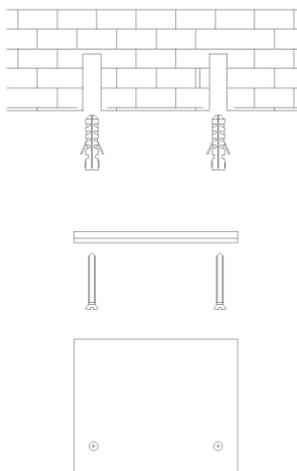

Abb. 1
- Bringen Sie die Wandmontageplatte mit der flachen Seite zur Wand und den Löchern nach unten an. (Abb.1)